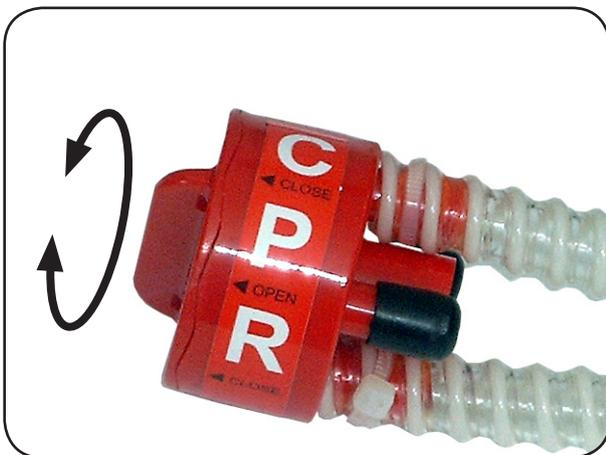

Abbildung 17
1. Drehen Sie das CPR-Ventil um eine Raststellung auf „open“ (siehe Abbildung 17).